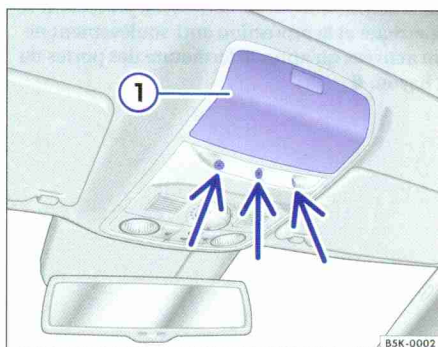

Fig. 23 Dans la console de pavillon : capteurs de la protection volumétrique.
Fermez le rangement ⇒ fig. 23 ① dans la console de pavillon, sinon le fonctionnement de la protection volumétrique (flèches) n'est pas garanti sans restrictions.